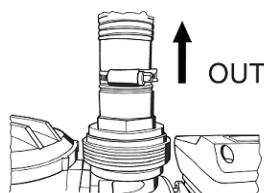
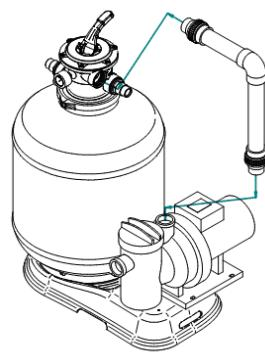
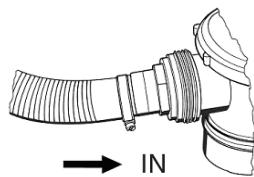
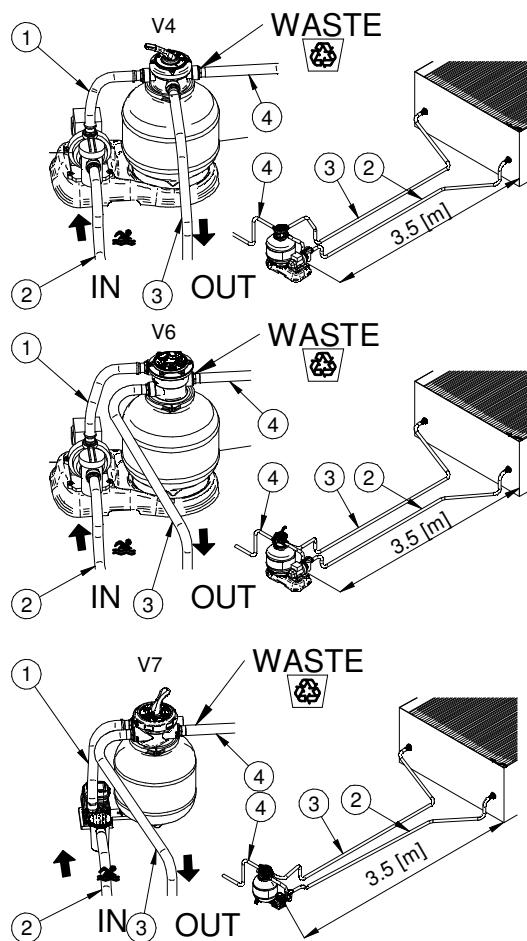

Fig. 27
Fig. 28
Fig. 29
Fig. 30
1. **Conexión de la presión** (Fig. 30, # 1): ensamble la *bomba del filtro* (entrega Fig. 27, OUT) a la *válvula multifunción* de múltiples funciones (**PUMP**), con las pipas acanaladas o la conexión rígida (Fig. 28).
2. **Tubo para skimmer** (Fig. 30, # 2): conectar el codo de unión *skimmer* al codo de unión anterior de la *bomba filtro* (aspiración Fig. 29, IN).
3. **Tubo de regreso** (Fig. 30, # 3): conectar el codo de unión a la *bomba* de 4 o 6 vías que están marcadas con **RETURN/POOL**, al codo de unión de la boca de entrada de la *piscina*. Fijar los tubos a los codos de unión con fajas apropiadas (*componentes hidráulicos*).
4. **Tubo para el contralavado** (Fig. 30, # 4): se emplea cuando se utiliza la función de contralavado (**BACKWASH**) para descargar el agua sucia en una zona de descarga. Para la conexión se utilizan tubos de goma apropiados y fajas adecuadas (*componentes hidráulicos*).